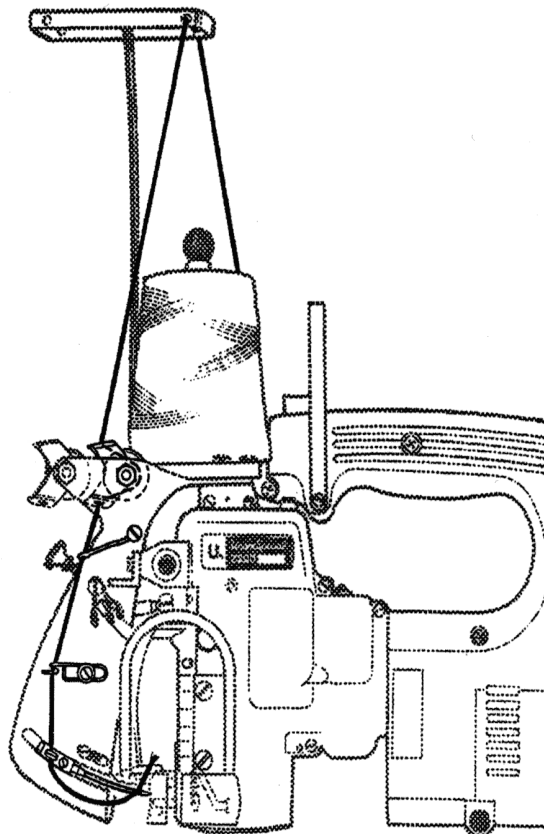

Fig.4
Prüfen Sie die Einfädelerung der Maschine. Beachten Sie die Einfädelanleitung Fig. 4 und den Abschnitt „EINFÄDELN“.
Thread the machine as shown in Fig. 4.
For threading the looper (double locked stitch machines only) open the hinged cover (A, Fig. 4) and turn motor handwheel in operating direction until the needle is in its lowest position below the throat plate. Reclose hinged cover (A) after threading.
The tension (L, Figs. 4 and 13) controls the looper thread and the tension (N) controls the needle thread. Only a slight tension should be applied on the looper thread. The tension applied on the needle thread depends upon the size of the thread and the thickness of the fabric to be sewn and has to be regulated till the machine sews and chains off perfectly.
The presser foot pressure is regulated with the knurled regulating screw (B, Fig. 4).
Fädern Sie die Maschine wie in Fig. 4 gezeigt ein.
Zum Einfädern des Greifers (nur bei Doppelkettenstichmaschinen) öffnen Sie die Verschußklappe (A, Fig. 4) und drehen am Motor-Handrad in Drehrichtung bis die Nadel in der tiefsten Stellung unter der Stichplatte ist. Schließen Sie nach dem Einfädern die Verschußklappe (A) wieder.
Die Spannung (L, Fig. 4 und 13) reguliert den Greiferfaden und die Spannung (N) den Nadelfaden.
Der Drückerfußdruck wird mit der gerändelten Stellschraube (B, Fig. 4) reguliert.
Loosen the screw (D, Fig. 4) for the needle and draw out the needle. Insert the shank of the new needle as far as it will go into the needle seat and with the flat on the shank facing to the front. Retighten screw (D) for the needle on the flat of the needle shank and thread the needle eye.
Lösen Sie die Schraube (D, Fig. 4) für die Nadel und ziehen Sie die Nadel heraus. Stecken Sie den Kolben der neuen Nadel bis zum Anschlag in den Nadelsitz und so, daß die Fläche am Kolben nach vorne zeigt. Ziehen Sie die Schraube (D) für die Nadel auf der Fläche des Nadelkolbens wieder an, und fädeln Sie das Nadelöhr ein.